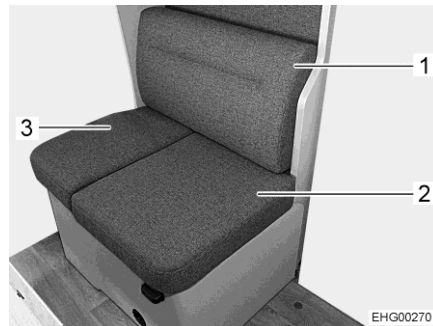

Fig. 10 Rimozione del cuscino
- Rimuovere il cuscino dello schienale del divano (Fig. 10,1).
- Rimuovere i cuscini grande e piccolo del divano (Fig. 10,2 e 3).